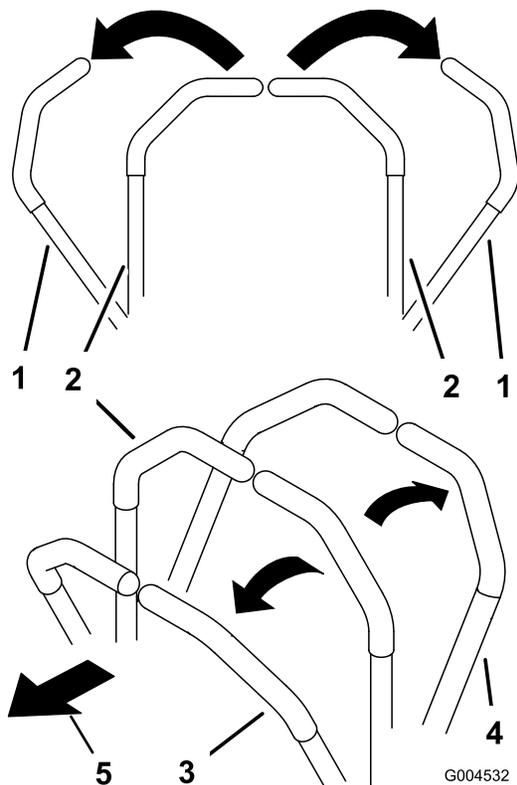

Figura 17
2. Para ir hacia adelante, empuje lentamente las palancas de control de movimiento hacia adelante (Figura 17).